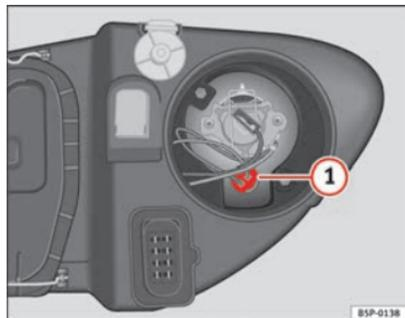

Abb. 184 Standlicht
- Den Lampenträger ⇒ Abb. 184 **1** herausnehmen.